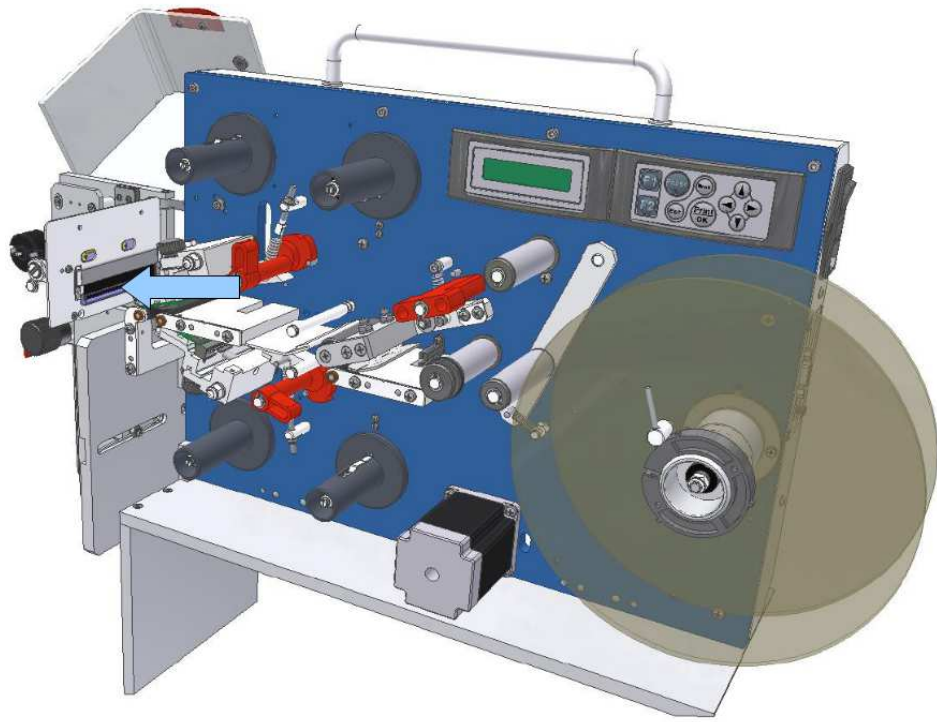
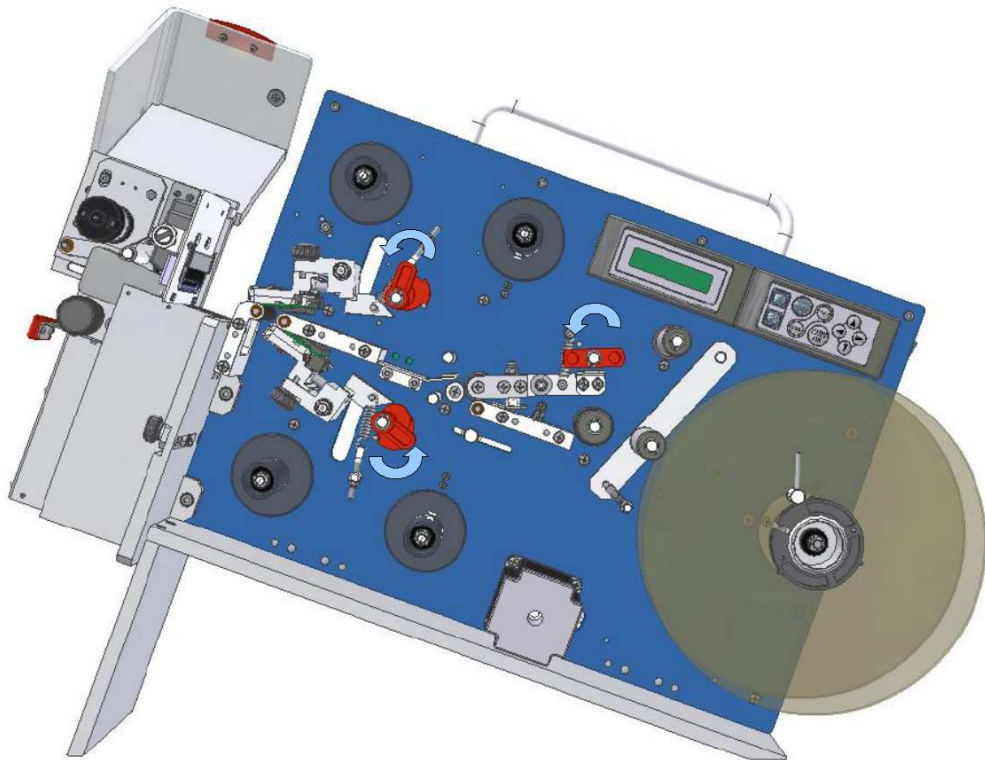

FIGURA 6
FIGURA 7
- **Infilare** il modulo di stampa nell'apposita guida della taglierina sotto al pennello antistatico (FIGURA 6) facendolo fuoriuscire dal lato opposto di almeno 30mm. Per facilitare quest'operazione bisogna azionare le tre camme rosse della stampante per alzare le testine ed il rullo pressore in modo da poter tirare liberamente il modulo di stampa (FIGURA 7)
- SOLLEVARE SEMPRE LE TESTINE ED IL RULLO PRESSORE DELLA STAMPANTE (**FIGURA 7**).